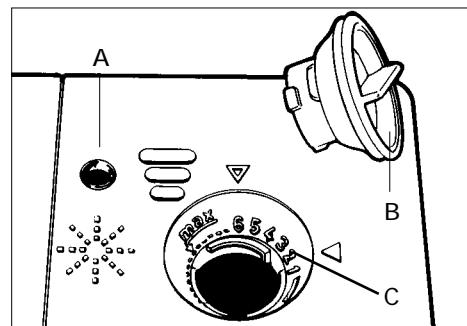

fig. 5
■ Ouvrir le distributeur de lustrant de rinçage (voir fig. 5) situé sur la face intérieure de la porte, à coté du distributeur de détergent. Les distributeurs varient en fonction du type de machine, mais le principe reste le même.